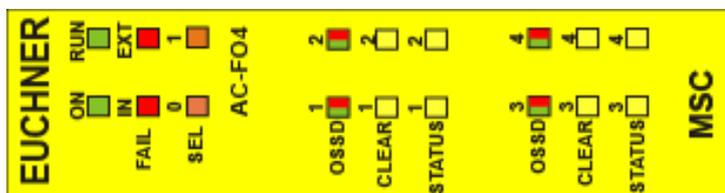

Figura 21:
8.3.9. Modulo AC-F04 (Figura 21)